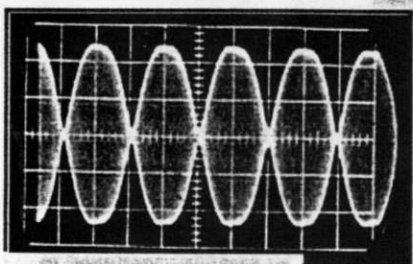
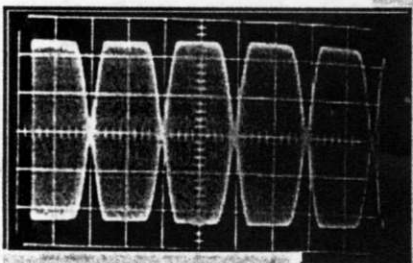

Figure 3.
Figure 4.
- si celui-ci ressemble à celle de la figure 3, ou pire celle de la figure 4, il y a surexcitation. Il faut diminuer le gain micro pour arrondir les sinusoïdes. Si le phénomène ne disparaît pas, c'est que la surexcitation se trouve entre deux étages HF.